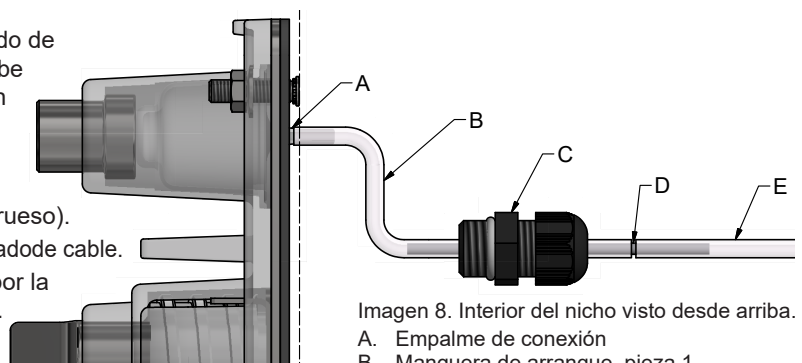

Imagen 8. Interior del nicho visto desde arriba.
1. Corte un trozo de la manguera que se incluye para la pieza 1 de la manguera de arranque (B), la parte interior. Véase la imagen 8.
2. Monte la pieza 1 de la manguera de arranque en el empalme de conexión (A) del nicho.
3. Meta el otro extremo de la manguera de arranque en el tubo de metal (D) y deje que aproximadamente una tercera parte del tubo sobresalga de la manguera.
4. Meta la manguera con el tubo a través del enroscado de cable (C) que se encuentra en el tapón. El tubo debe colocarse en el centro del enroscado de cable con una pequeña parte de la manguera B fuera. Véase la imagen.
7. Meta la pieza 2 (E) de la manguera de arranque por la parte del tubo que sobresale del enroscado de cable.